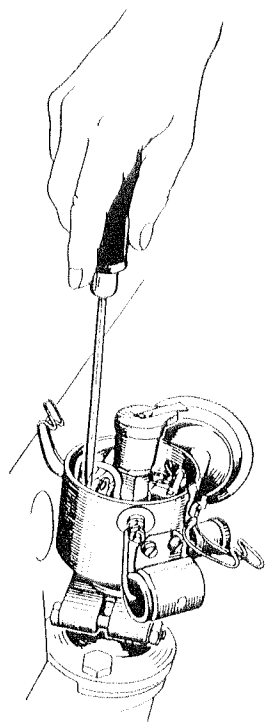

Abb. 37
9. Die Kontakte des **Zündverteiler**-Unterbrechers sind auf richtigen Öffnungsabstand zu prüfen. Dieser muß 0,4 mm betragen. Es wird empfohlen, bei evtl. Verbrennung der Kontakte diese umgehend zu erneuern. Kontakte des Verteilers und Unterbrechers sind peinlich sauber zu halten. Öl und Fett an den Kontakten ergeben eine frühzeitige Abnutzung und unregelmäßige Zündung. (Abb. 37 u. 38)